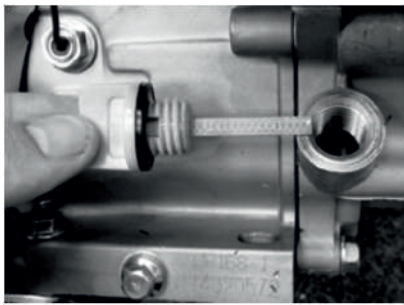

Рис. 3
2. Выкрутите пробку маслосливной горловины (рис. 3)
1. Выкрутите пробку маслозаливной горловины (рис. 3)